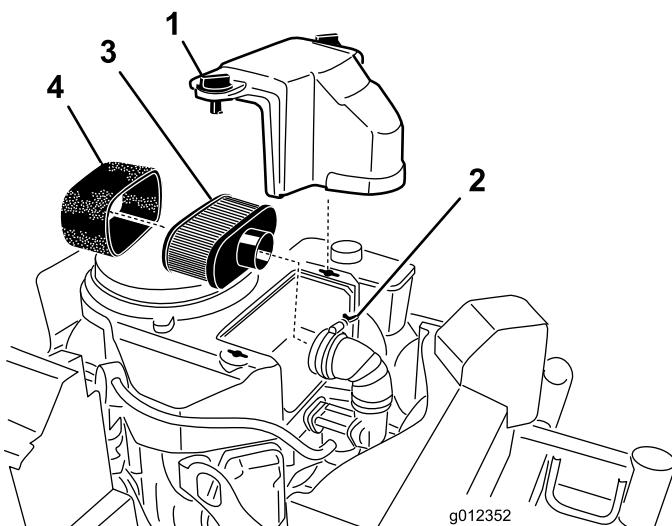

Figura 29
3. Limpie alrededor del limpiador de aire de forma que la suciedad no penetre en el motor y cause daños (Figura 29).
- Desenrosque los pomos de la cubierta y retire la cubierta del limpiador de aire (Figura 29).
- Desenrosque la abrazadera y retire el conjunto del limpiador de aire (Figura 29).
- Retire cuidadosamente el filtro de gomaespuma del filtro de papel (Figura 29).
- No limpie el filtro de papel, cámbielo (Figura 29)
- Deslice cuidadosamente el filtro de gomaespuma sobre el filtro de papel (Figura 29).
- Coloque el conjunto del limpiador de aire sobre la base del limpiador de aire y fíjelo con 2 tuercas de orejeta (Figura 29).
- Coloque en su posición la cubierta del limpiador de aire y apriete el pomo de la cubierta (Figura 29).